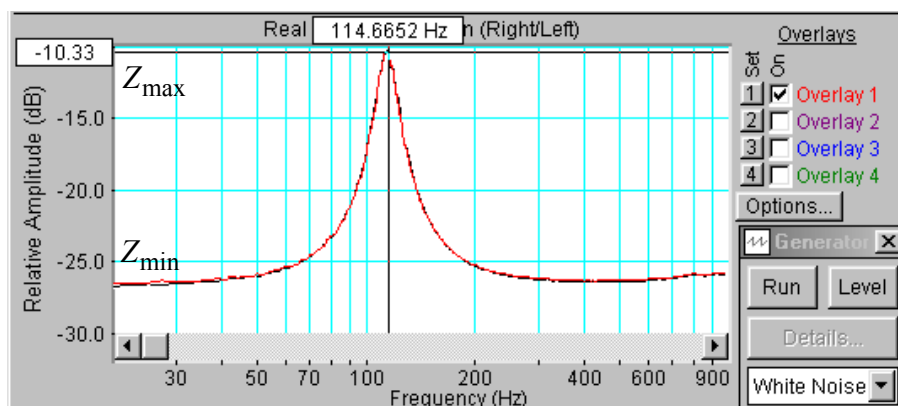

Рис.6.11. Частотная характеристика импеданса головки громкоговорителя
- Измерьте (в децибелах) на графике ИЧХ (рис.6.11) : пиковое значение уровня напряжения на зажимах головки громкоговорителя L_{\max}, dB и на частоте 20 Гц – минимальное значение уровня напряжения L_{\min}, dB .